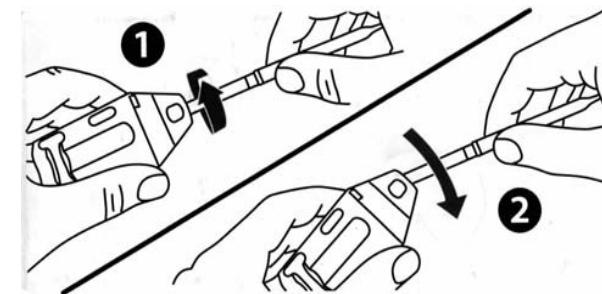

Рис. 3
- вставить индикаторную трубку в отверстие резака (рис. 3) и повернуть один или два раза – стекло будет надрезано;